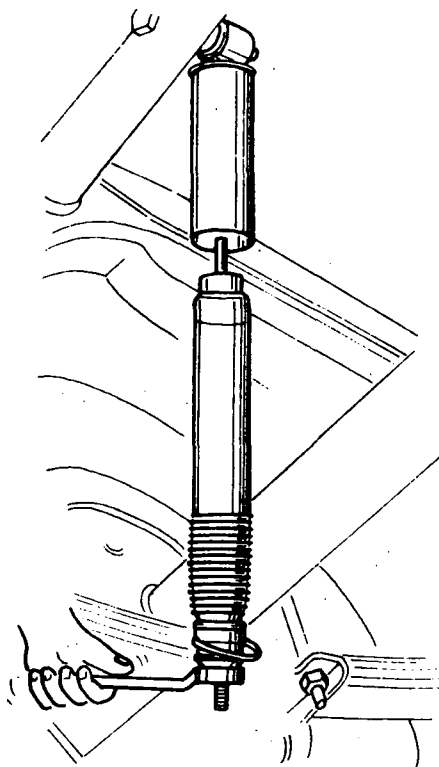

Fig. 1
- a Retire as porcas que fixam o amortecedor (fig. 1).